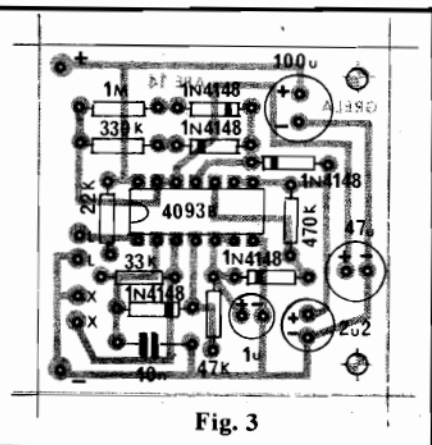

Fig. 3
O **chapeado** (vista real da placa, pelo lado não cobreado, componentes já po-sicionados...) da montagem está na fig. 3, que deve ser seguida com o máximo de atenção, principalmente no que diz respeito às posições ds componentes po-larizados (Integrado, diodos e capacitores eletrolíticos) e valores dos compo-nentes. Os pontos marcados com (+) e (-) destinam-se às conexões da alimen-tação, enquanto que as ilhas (X) (X) servem para as ligações da cápsula pie-zo...